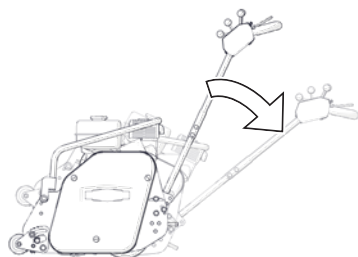

Fig. 8C - Inclinar suavemente la máquina hacia atrás
4. Incline la máquina suavemente hacia atrás de modo que descance sobre el rodillo trasero y el manillar (Fig. 8C).
4. Inclíne la máquina suavemente hacia atrás de modo que descance sobre el rodillo trasero y el manillar (Fig. 8C).